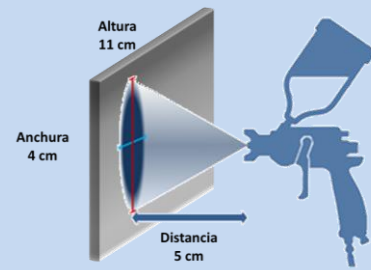

FIGURA 1
- Indicación para aplicación: ver **figura 1**.